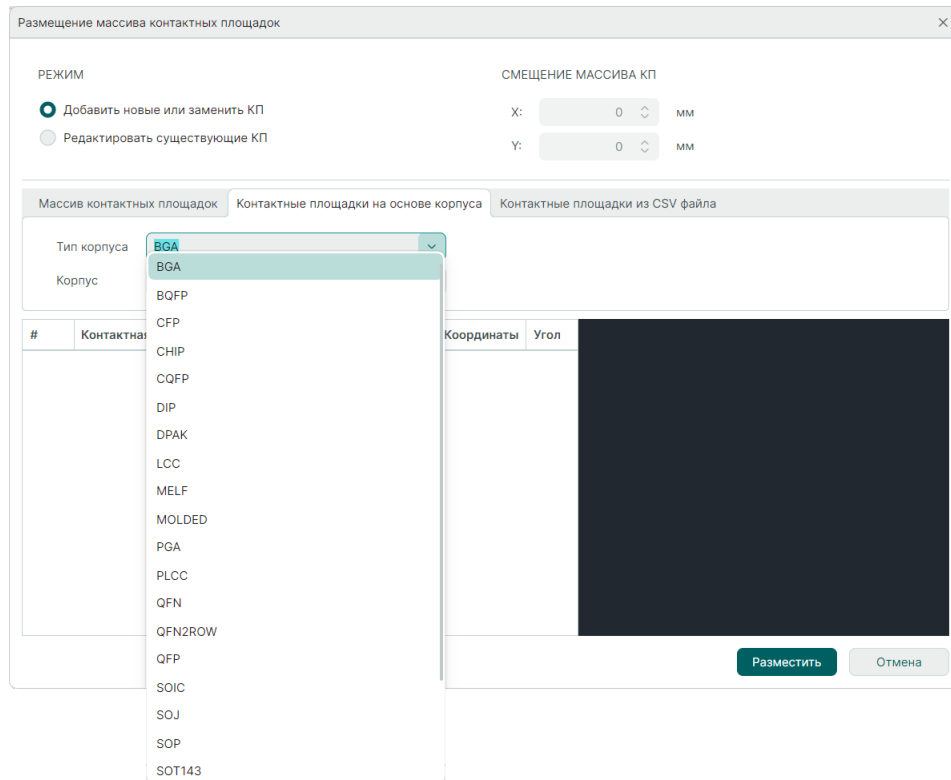

Рис. 97 Выбор типа корпуса
2. Выберите из выпадающего списка «Тип корпуса» нужный тип корпуса, см. Рис. 97.